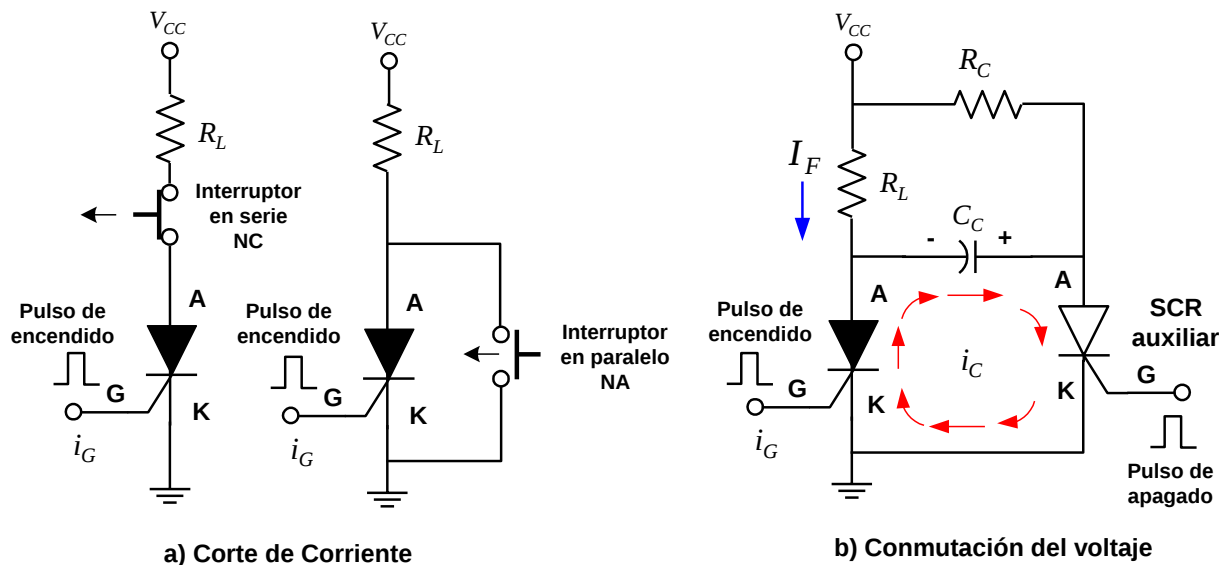

Figura 5.9 Métodos de apagado del SCR
Existen dos métodos básicos para apagar un SCR: interrupción de la corriente en el ánodo y conmutación forzada. La corriente en el ánodo puede ser interrumpida mediante una configuración de conmutación momentánea en serie o en paralelo mediante interruptores tal como se muestra en la figura 5.9-a. El interruptor en serie normalmente cerrado (NC), al abrirse corta la corriente en el ánodo. El interruptor en paralelo normalmente abierto (NA), al cerrarse desvía gran parte de la corriente total, reduciendo la corriente en el ánodo a un valor menor que su corriente de sostenimiento I_h . El efecto en ambos casos es el apagado del SCR.
El método de conmutación forzada básicamente requiere obligar momentáneamente a la corriente que circula a través del SCR a que lo haga en la dirección opuesta a la conducción en directa, de modo que la corriente neta en directa se reduzca por debajo del valor de retención. Un circuito típico se muestra en la figura 5.9.b, el cual consta de un capacitor con una resistencia en serie conectados en paralelo con la carga. En el borne positivo del capacitor se conecta un SCR auxiliar cuyo cátodo coincida con el cátodo del SCR principal. En tanto el SCR principal esté conduciendo, el SCR auxiliar está abierto y C_c se carga